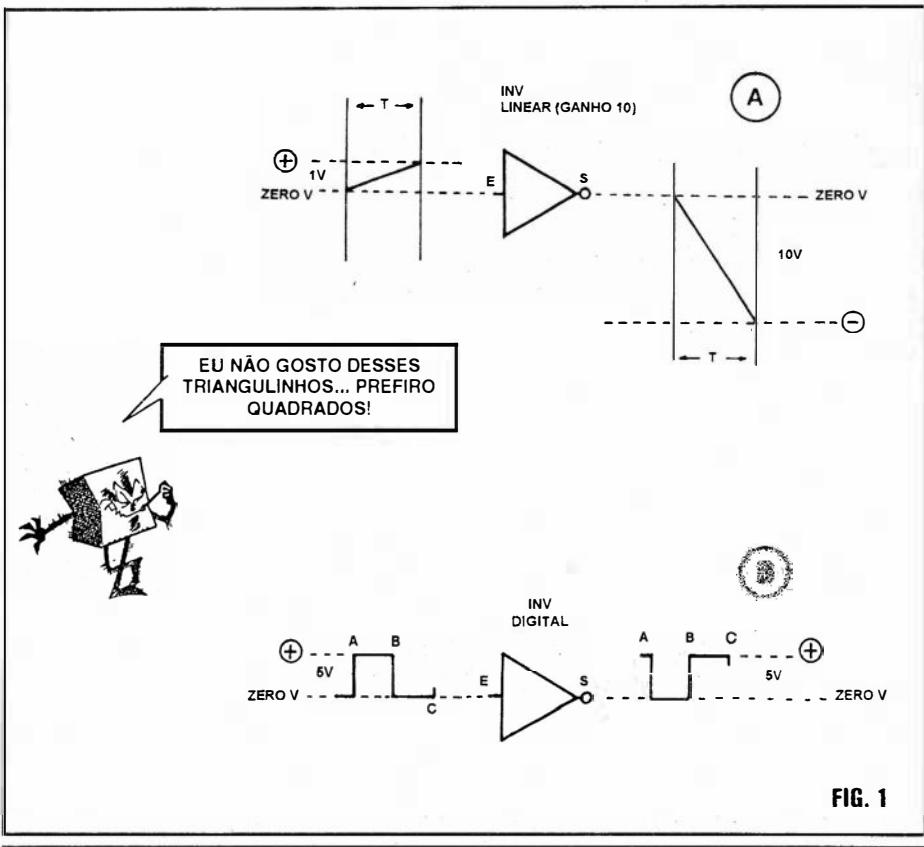

FIG. 1
- FIG. 1 - UMA COMPARAÇÃO (SUMÁRIA ...) ENTRE OS “LINEARES” E OS “DIGITAIS” ...